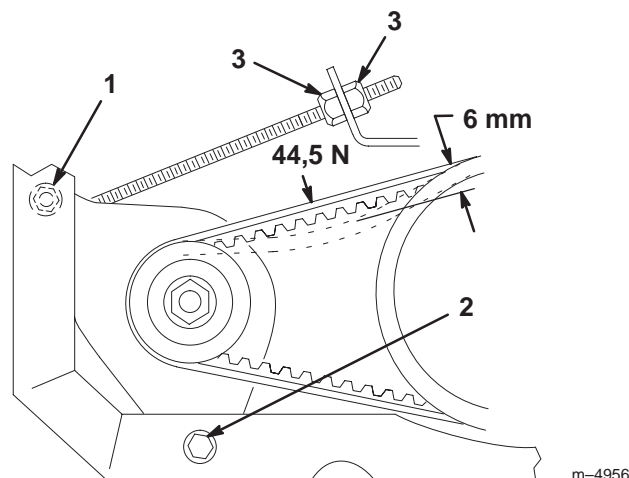

Bild 37
2. Lockern Sie die Mutter am Anlasser bzw. der Lichtmaschine und an der Drehschraube (Bild 37).
3. Stellen Sie die Klemmmutter am Anlassergestänge (Bild 37) so ein, dass sich der Riemen beim Ansetzen einer Kraft von 44,5 N 6 mm durchbiegen lässt.
4. Ziehen Sie die Mutter am Anlasser bzw. der Lichtmaschine und die Drehschraube fest (Bild 37).